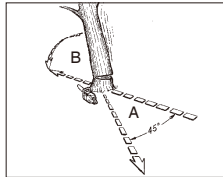

Fig. 11A
⚠️ AVERTISMENT: Trebuie planificată și pregătită o cale de retragere (A) după necesități înainte de a începe tăierea. Calea de retragere trebuie să se extindă spre spate în diagonală față de linia de prăbușire estimată, conform Fig. 11A.
AVERTISMENT: Pe măsură ce tăietura se apropie de zona de ancorare de copac, copacul ar trebui să înceapă să cadă. Când copacul începe să cadă, îndepărtați ferăstrăul din tăietură, opriți motorul, puneți motoferăstrăul jos și părăsiți zona folosind calea de retragere (Fig. 11A).